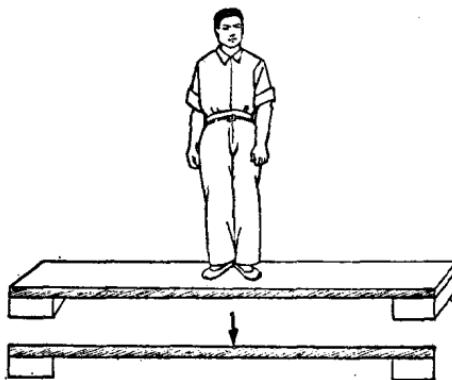

图 6 集中力
(2)集中力：例如人站在楼板上，这时，楼板上受力的部分只限于人脚所站的地方，所以，这种力集中于一块很小的面积上，叫做集中力(或集中荷载)。机器中装在轴上的皮带轮、齿轮、凸轮等的重量都可看成是集中力。为了计算简便起见，我们假定集中力是作用在一点上(图6)，这样做并不会引起什么差错。集中力的单位是用公斤或公吨来表示。